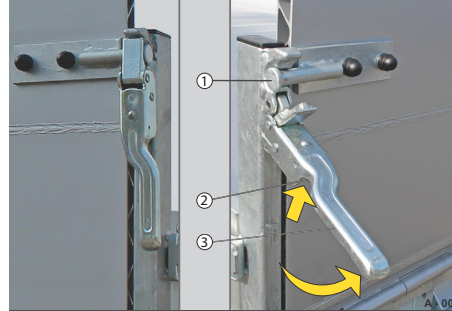

Abb. 9 Zapfenverschluss, Überfahrwand
- ▶ Verschlussssicherung (Abb. 9/2) eindrücken.
- ▶ Am Verschlusshebel (Abb. 9/3) ziehen. Der Zapfen (Abb. 9/1) wird freigegeben.